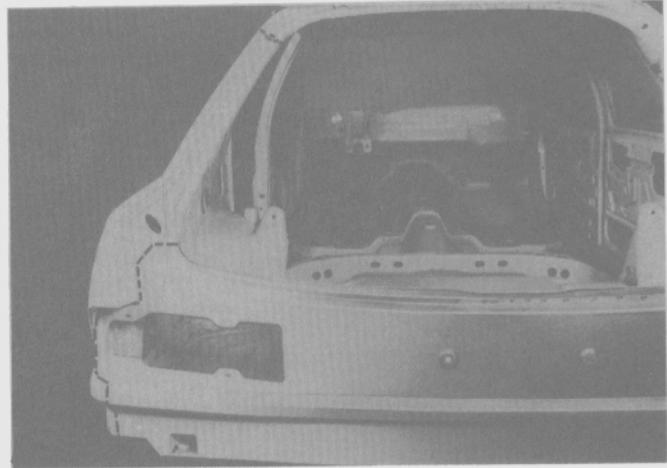

Fig. 200
- Marcar la línea de corte en el panel trasero (Fig. 200).